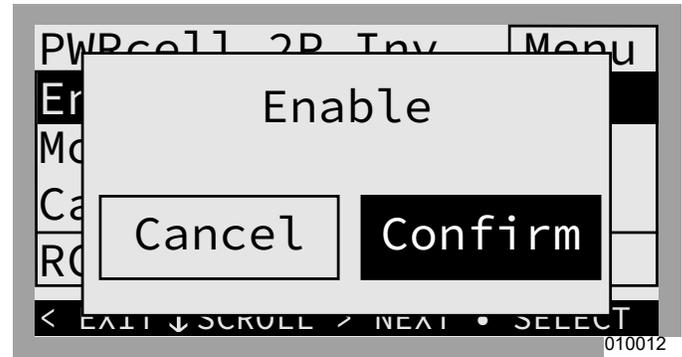

Figure 7-9. Activer l'inverseur (3 de 3)
9. Voir Figure 7-9. Sélectionner Enable et Confirm pour activer l'inverseur.